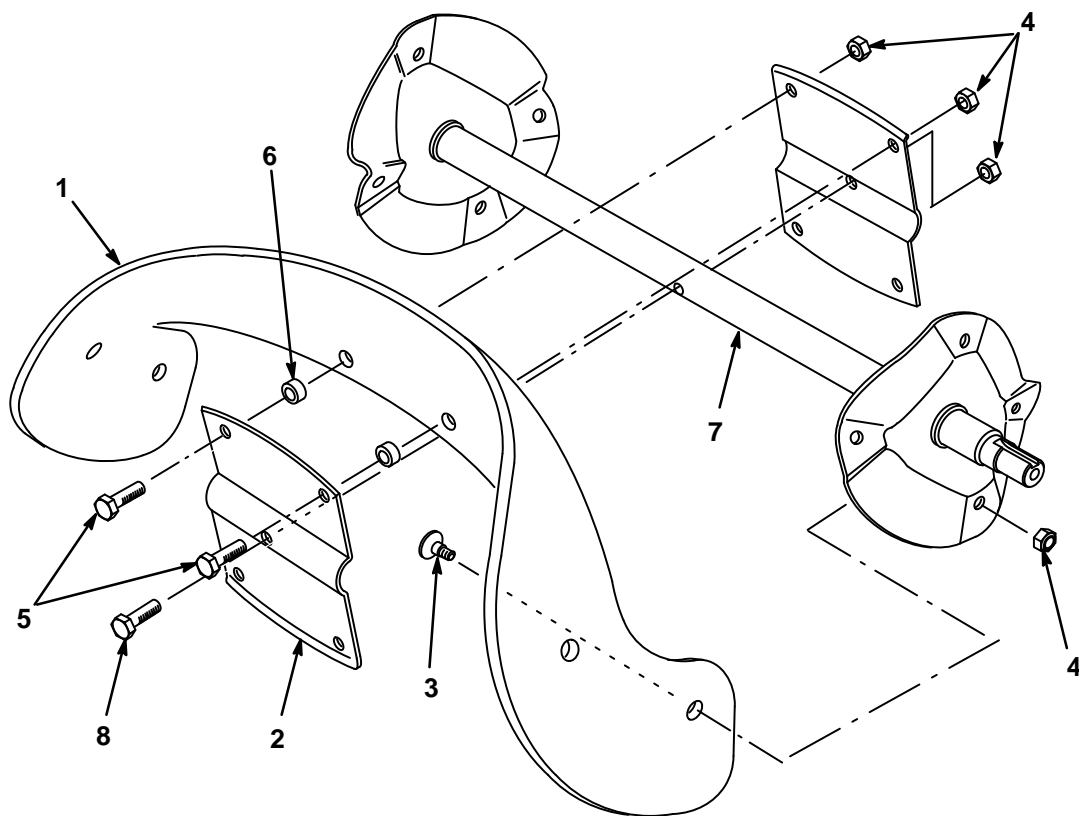

Figure 26
1. Retirer les 4 vis torx et les 4 écrous qui fixent les extrémités de la lame de rotor à l'ensemble d'arbre de rotor (Fig. 26).
2. Retirer les 2 boulons six pans, entretoises et écrous qui fixent la partie centrale de la lame aux plaques d'acier (Fig. 26).
3. Desserrer le boulon six pans qui fixe les plaques d'acier à l'arbre du rotor (Fig. 26).
4. Glisser la lame hors des plaques d'acier (Fig. 26).
3. Fixer la lame de rotor aux plaques d'acier à l'aide de 2 boulons six pans, 2 entretoises et 2 écrous, en plaçant la tête des boulons du côté épais de la lame (Fig. 26).
4. Incurver la lame et la fixer à l'aide des 4 vis torx qui restent et de leurs écrous, en plaçant la tête des vis du côté épais de la lame (Fig. 26).